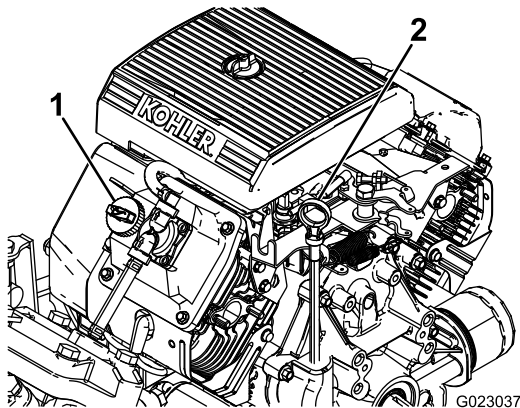

Bild 11
2. Nehmen Sie den Peilstab heraus und wischen Sie ihn mit einem sauberen Lappen ab (Bild 11).
4. Wenn der Ölstand niedrig ist, nehmen Sie den Deckel des Einfüllstutzens von der Ventilabdeckung ab (Bild 11) und füllen Sie Öl auf, bis der Ölstand die Voll-Markierung am Peilstab erreicht. Angaben zur richtigen Ölart und zur Viskosität finden Sie unter Warten des Motoröls (Seite 42). Gießen Sie Öl langsam ein und prüfen Sie den Ölstand häufig während des Füllens. Nicht überfüllen.